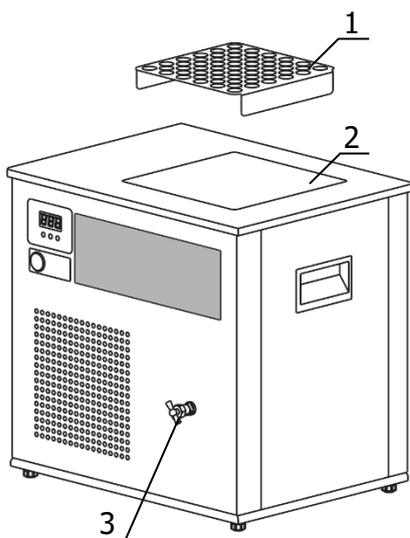

Рисунок 3 — Подключение бани
2.2.2 Установить баню на горизонтальную поверхность. Добиться горизонтального положения крышки бани вращением ножек 7 (рисунок 1). Установить дно 1 (рисунок 3).
2.7.2 Надеть сливной шланг из комплекта поставки на сливной кран 3 (рисунок 3). Свободный конец шланга опустить в емкость для сбора воды достаточного объема.